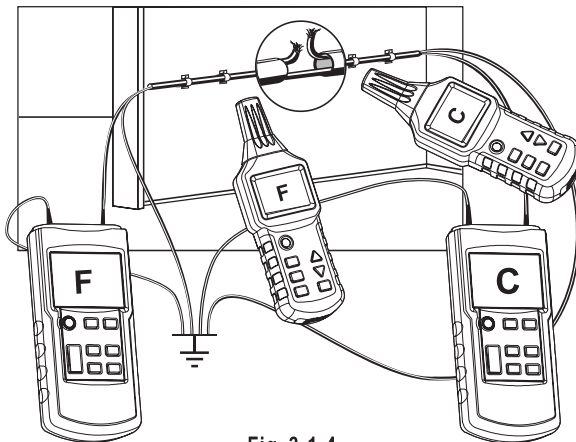

Fig. 3-1-4
- Alla ledningar som inte används måste anslutas till hjälpgjorden som visas i Fig. 3-1-4.
- Anslut båda sändarna enligt bild 3-1-4.
Om sändarna är anslutna enligt Fig. 3-1-4, indikerar mottagaren C på vänstra sidan av linjeavbrottet. Om mottagaren går förbi avbrottspositionen åt höger kommer den att visa F. Om du befinner dig direkt ovanför avbrottet visas ingen linjekod, på grund av överlappning av båda sändarsignalerna.